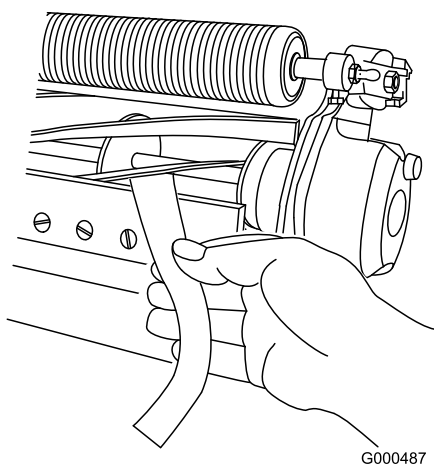

Figura 11
- B. Inserai o bucată lungă de hârtie pentru verificarea performanei de tăiere între cilindru i contracuit, perpendicular pe acesta din urmă (Figura 11), apoi **rotii** cilindrul încet în față; ar trebui să taie hârtia; în caz contrar, repetai pașii A i B până când ajungeți la acest rezultat.
11. Inserai o bucată lungă de hârtie pentru verificarea performanței de tăiere (nr. piesă Toro 125-5610) între cilindru și contracuit, perpendicular pe acesta din urmă (Figura 11), apoi **rotii** cilindrul încet în față; ar trebui să taie hârtia; în caz contrar, rotii fiecare urub de reglare al barei de cadru în sensul acelor de ceasornic cu 1 clic și repetăi acest pas până când taie hârtia.